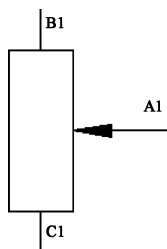

图 15-107 旋转滑动变阻器
1) 单击“默认”选项卡“修改”面板中的“旋转”按钮,在对象捕捉绘图方式下,捕捉滑动变阻器的端点 B1 作为旋转基点,将其旋转 270° (也就是 -90°),结果如图 15-107 所示。